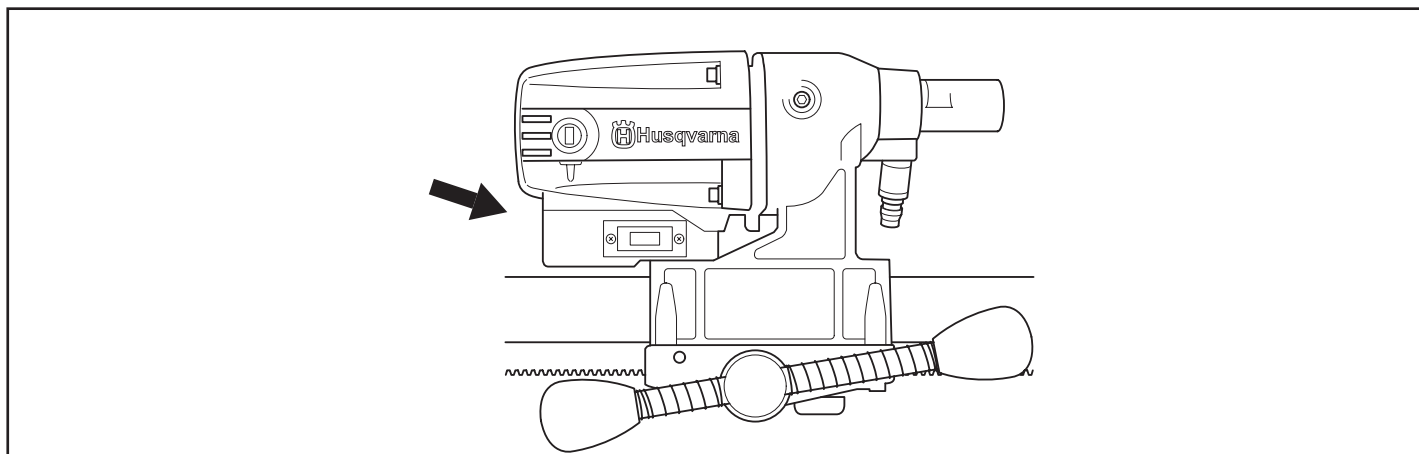

Fig. 6
- PT** • A ligação é feita a uma tomada com ligação à terra (Fig. 7), onde a tensão nominal coincide com a indicada na chapa que se encontra na face lateral da máquina (Fig. 6).
- GB** • The connection is made using a protected, earthed outlet (Fig 7) with an output voltage that agrees with the voltage that is stated on the plate on the side of the machine (Fig. 6).